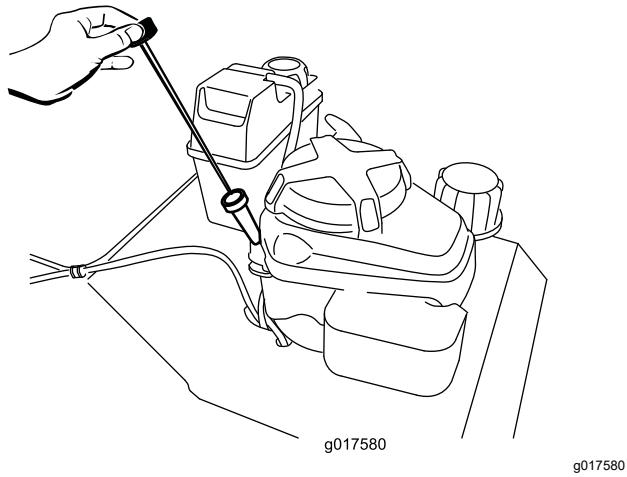

Bild 7
2. Reinigen Sie den Bereich um den Peilstab (Bild 7).